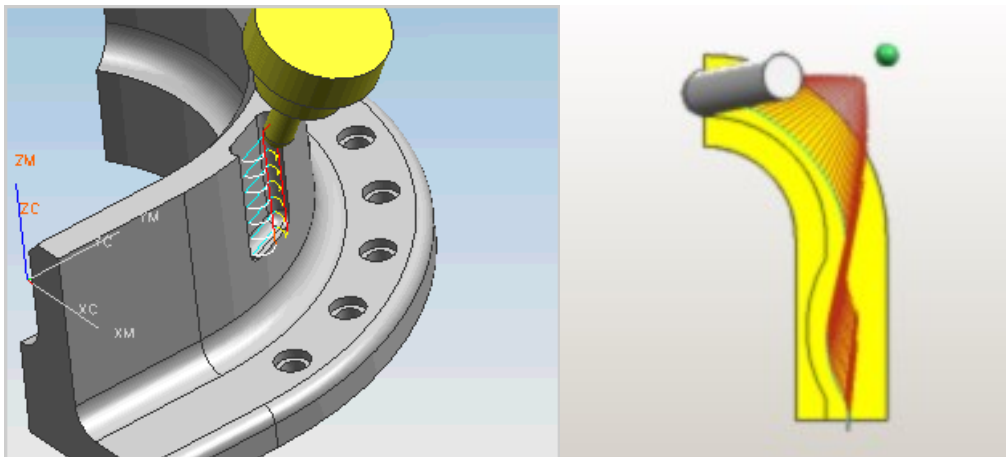

Рис. 1.12. Траектория с наклоном инструмента к точке (вид сверху представлен слева)
- **К точке** (*Toward point*) – наклоняет инструмент к заданной точке и сохраняет этот же угол наклона в углах (см. рис. 1.12).